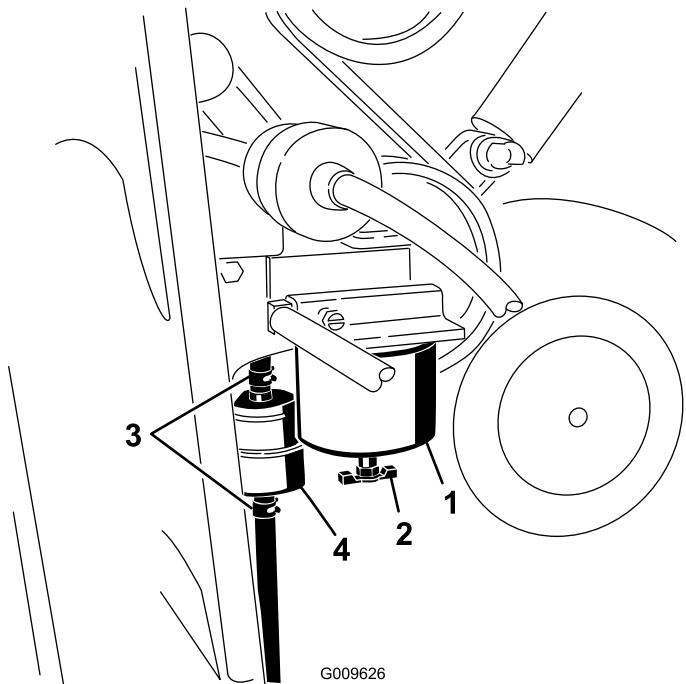

Figura 35
3. Individuate il filtro carburante sul lato destro del motore (Figura 35) e posizionate un recipiente pulito sotto di esso.
4. Individuate i filtri carburante sul lato destro del motore (Figura 35) e posizionate un recipiente pulito sotto di esso.
5. Pulite la superficie circostante la scatola del filtro (Figura 35).
6. Rimuovete la scatola del filtro e pulite la superficie di montaggio (Figura 35).
9. Installate a mano la scatola del filtro finché la guarnizione non tocca la superficie di appoggio, poi ruotate la per un altro $\frac{1}{2}$ giro (Figura 35).
10. Individuate il filtro in linea a sinistra della scatola del filtro del carburante (Figura 35) e prendete nota della direzione della freccia del flusso sul lato del filtro in linea.
11. Aprite i fermi su ciascuna estremità del filtro in linea ed estraete i flessibili (Figura 35). Gettate via il filtro.
12. Fate scorrere i flessibili sull'estremità di un nuovo filtro (Figura 35), assicurandovi che la freccia sul filtro sia rivolta verso il motore o la pompa elettrica del carburante.